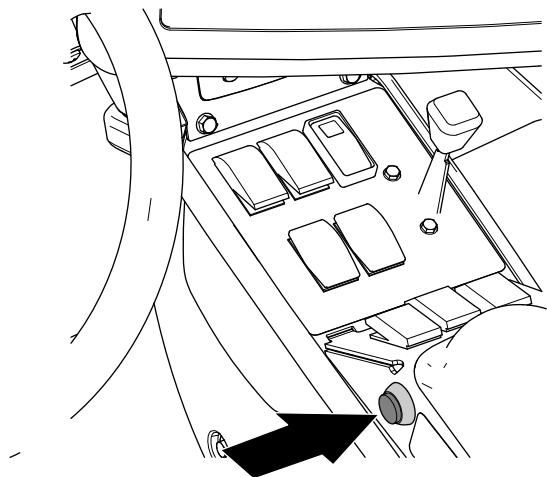

Рисунок 163
7. На машине установите главный выключатель секций в положение ON (Вкл.) (Рисунок 163)